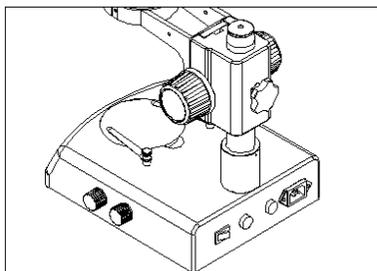

Fig.2
**Importante:** Não girar os tensores de focalização em sentidos opostos, pois esta ação pode danificar o seu produto. (Fig. 2).